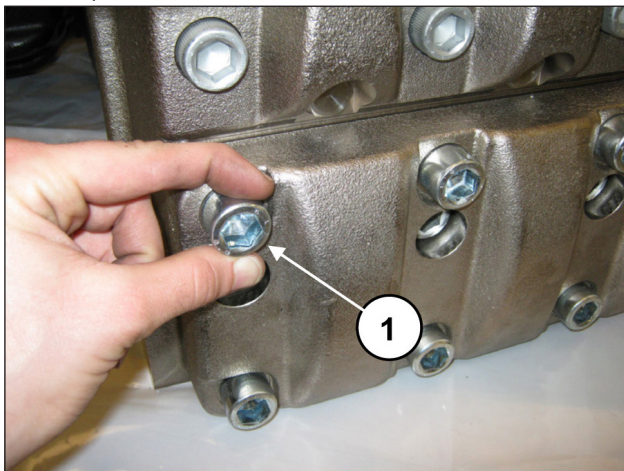
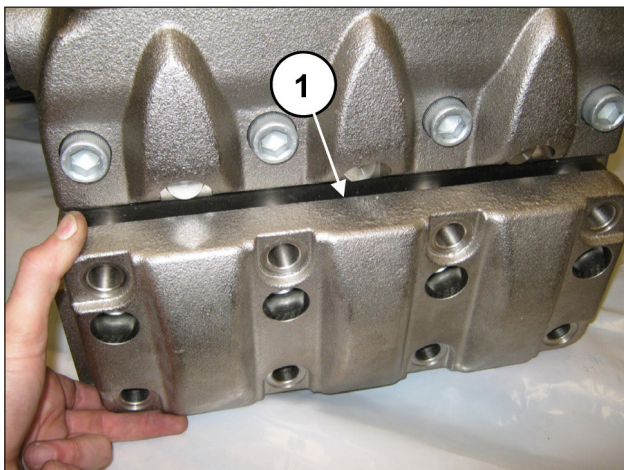

Abb. 136
Abb. 137
Lösen Sie die 8 Schrauben M16x45 des Saugventildeckels (Pos. ①, Abb. 136) und nehmen Sie den Deckel ab (Pos. ①, Abb. 137).